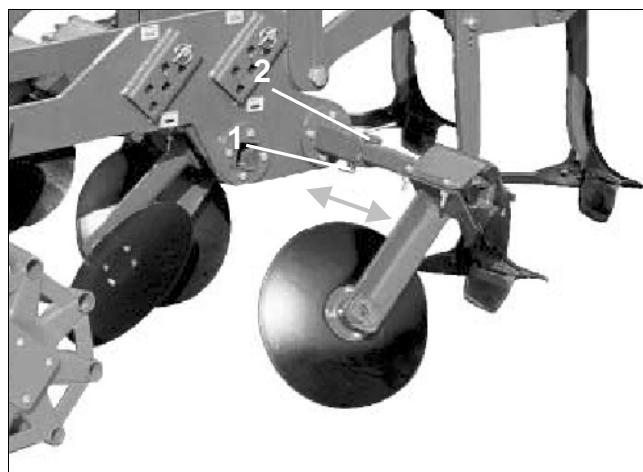

Рис. 10
- Извлеките фиксирующий палец с пружинной защелкой (**Рис. 10/1**).
- Извлеките палец (**Рис. 10/2**).